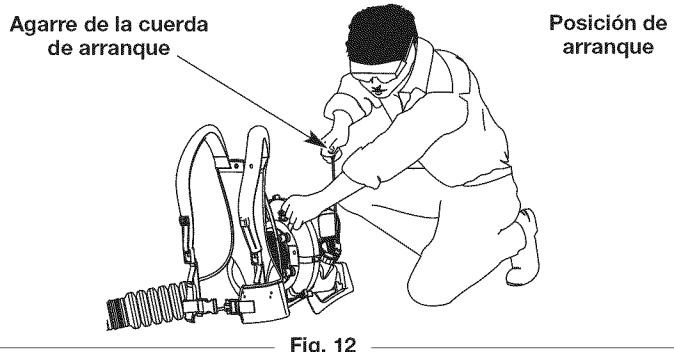

Fig. 12
ADVERTENCIA: Evite arrancar la unidad por accidente. A fin de evitar lesiones graves, el operador y la unidad deben estar en una posición estable al tirar de la cuerda de arranque (Fig. 12).
5. Agáchese en la posición de arranque (Fig. 12).
6. NO apriete el control del regulador. Tire de la cuerda de arranque unas **5 veces** con movimiento regulado y firme (Fig. 12).